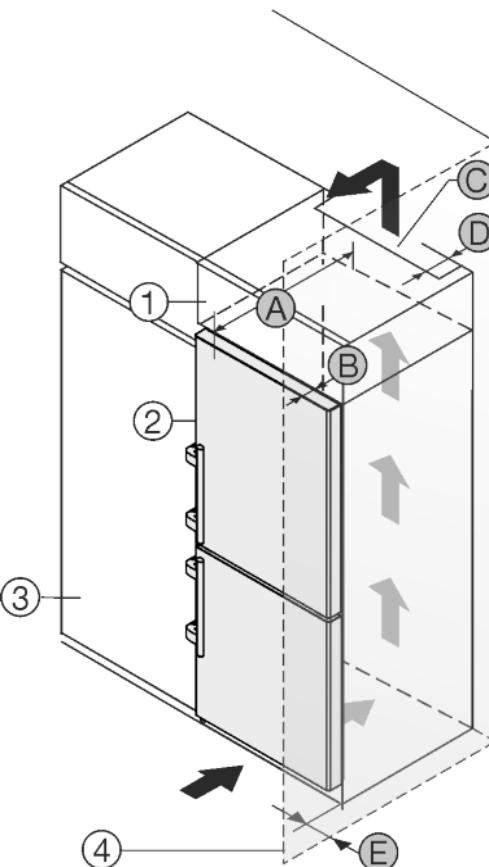

Fig. 47
Přístroj lze zabudovat do kuchyňských skříní. K vyrovnání přístroje Fig. 47 (2) na výšku kuchyňské linky lze na přístroj nasadit nástavec Fig. 47 (1).
Přístroj lze instalovat přímo vedle kuchyňské skřínky Fig. 47 (3). Aby bylo možné dvírka plně otevřít, musí přístroj přesahovat o hloubku Fig. 47 (B) vůči přední linii kuchyňské skřínky. V závislosti na hloubce kuchyňských linek a použití vymezovačů odstupu od stěny může přístroj vyčnívat dále.
- Na zadní straně nástavné skřínky musí být větrací šachta hluboká Fig. 47 (D) přes celou šířku nástavné skřínky.
- Pod stropem místnosti musí být dodržen ventilační průřez Fig. 47 (C).
Pokud je přístroj se závesy instalován vedle stěny Fig. 47 (4), musí být dodržena vzdálenost Fig. 47 (E) mezi přístrojem a stěnou. To odpovídá přesahu madla při otevřených dveřích.